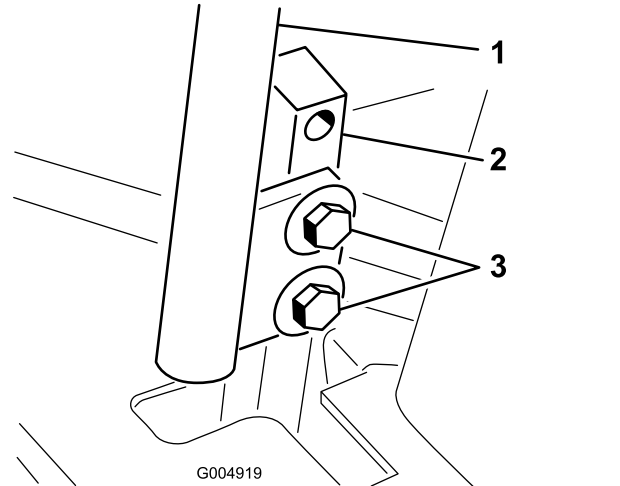

Figure 93
- Desserrez les boulons de fixation des leviers de commande (Figure 93).